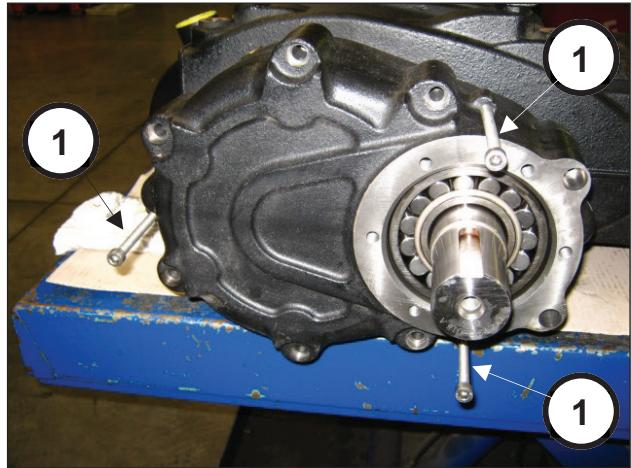

图7
通过提取器在专用孔中定位3个螺栓或M8螺纹螺丝（部件号①, 图7）。